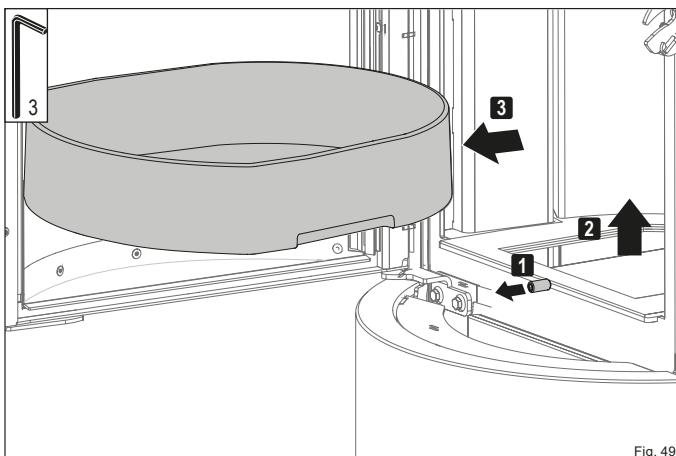

Fig. 49
- Desserrez la vis sans tête (Fig. 49).
- Soulevez la grille foyère pour la sortir de l'ouverture (Fig. 49).
- Retirez la grille foyère (Fig. 49).